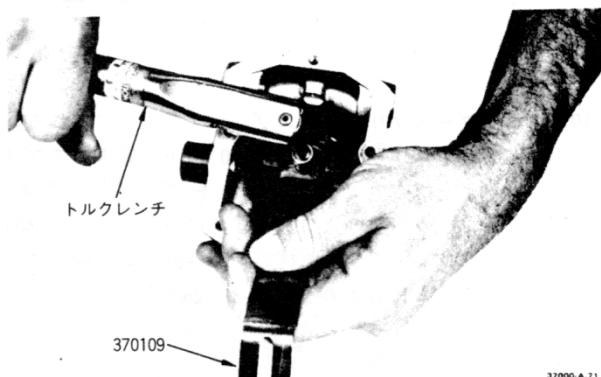

図 3-23. ロックナットしめつけ図
- ボールヘッドがソリッド(スプリングドリブンオイルダンプでない場合)タイプの場合は、プランジャーをさらに $1\frac{1}{2}$ 回転時計方向に回す。ナットをスプリングシート上に着くまで回し、70ポンドインチのトルクで締める。図 3-23 参照。